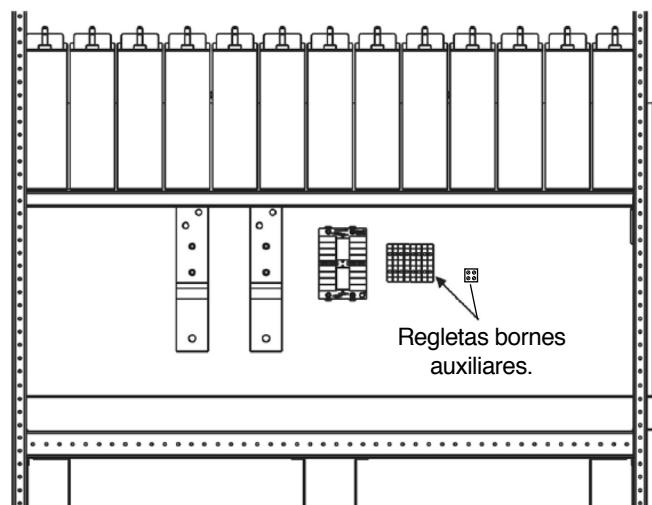

Fig. 30. Disposition de la réglette de bornes auxiliaires pour des modèles 400 à 800 kVA.
- La connexion électrique est réalisée directement sur la réglette de bornes disposée sur la même carte de l'optionnel (voir figure 30), sur laquelle on fournit un contact commuté pour chacun des huit relais des alarmes disponibles pour leur libre utilisation.